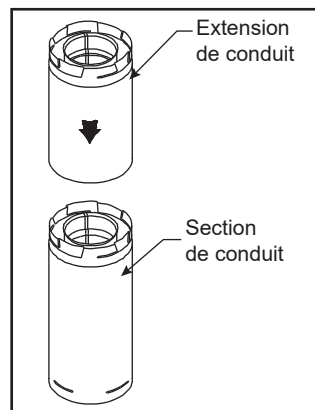

Figure 3.34
1. Si des longueurs ou des distances exactes doivent être respectées entre les dévoiements des coudes ou ailleurs, utilisez des extensions de conduit raccordées aux sections de conduit standard (figure 3.34).